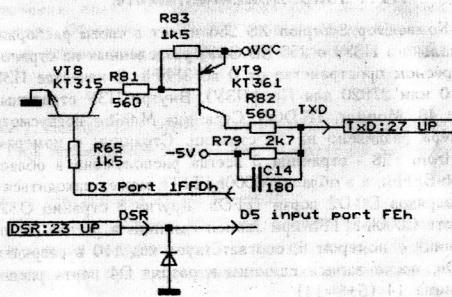

Рис. 1
**D3** - используется для вывода по RS-232C (рис.1);
- DSR - вывод для приема данных по RS-232. На рис. 1 приведена схема выходного и входного каскадов интерфейса RS-232;